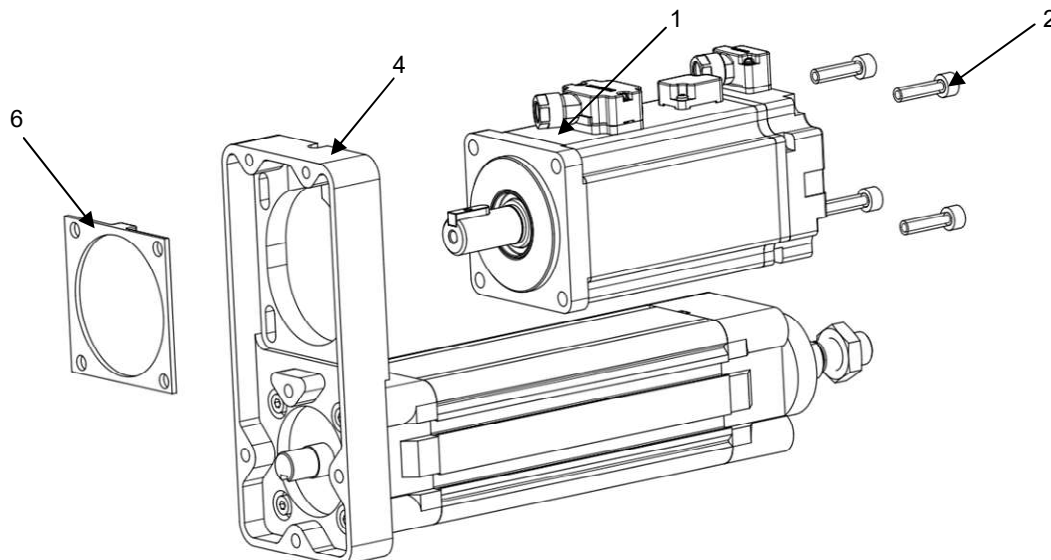

Рисунок 10 – Установка двигателя.
2) установить двигатель (поз. 1) на корпус (поз. 4) при помощи монтажной пластины (поз. 6) и винтов (поз. 2) (см. рисунок 10). **ВНИМАНИЕ!!!** Не затягивать винты (поз. 2);